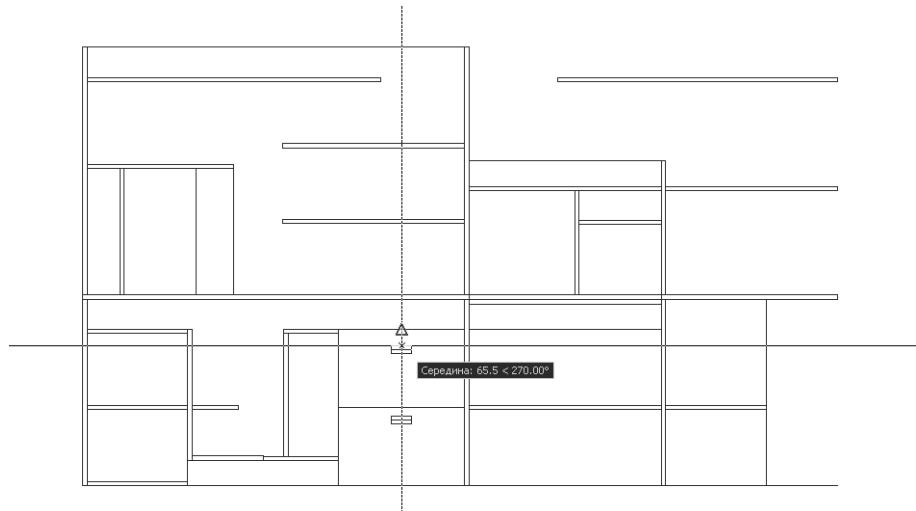

Рис. 8.23 ▼ Вставка чертежа ручки из блока с использованием режима привязки **Середина** (Midpoint) и режима отслеживания объектной привязки
3. Запустите инструмент **Вставить блок** (Insert Block) (например, введите в командном окне в (I)), а затем выберите в открывшемся окне блок **Ручка** (если нужно, воспользуйтесь кнопкой **Обзор** (Browse), чтобы найти соответствующий файл на диске).
6. Повторите операции, описанные в пп. 3–5 для вставки блока **Ручка** на чертеж фасада верхнего ящика большой тумбы (рис. 8.23) и фасада выдвижного ящика парты. При вставке задавайте то же смещение на 34 мм вниз от середины верхней линии контура фасада.